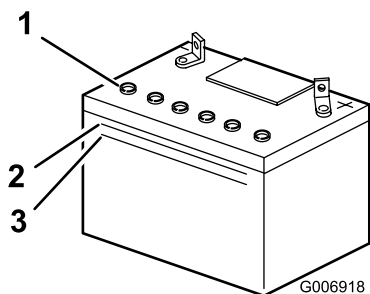

Bild 35
2. Sehen Sie sich die Seite der Batterie an. Der Füllstand muss bis zur oberen Linie reichen (Bild 35).
Hinweis: Der Säurestand darf nicht unter die untere Linie fallen (Bild 35).
2. Entfernen Sie die Fülldeckel (Bild 35).
3. Gießen Sie langsam destilliertes Wasser in jede Batteriezelle, bis der Füllstand den unteren Teil des Rohrs erreicht (Bild 35).